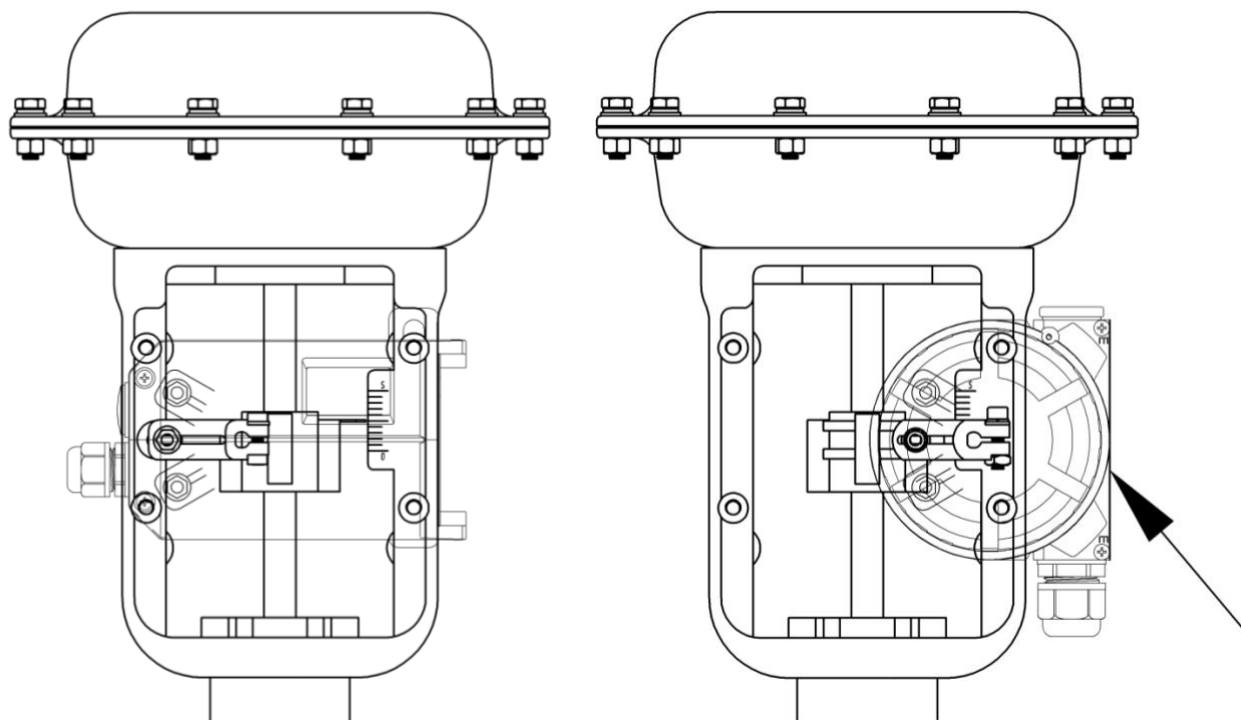
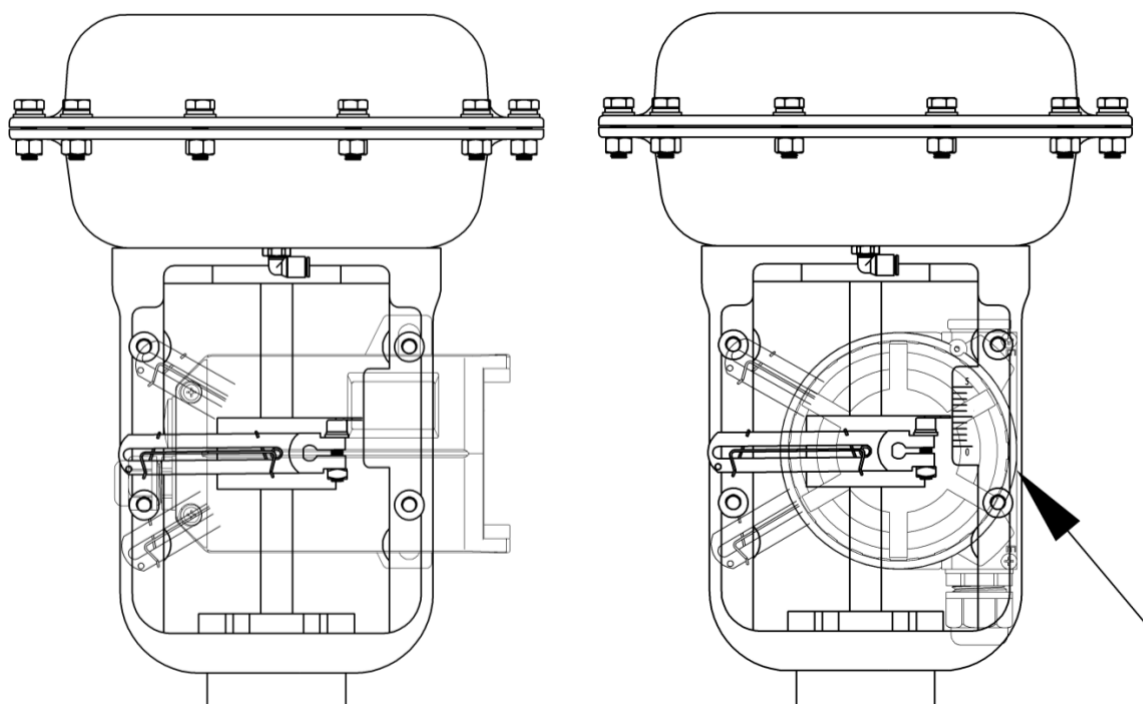

Рис.22 Установка с приводом (Рычаг обратной связи А)
Рис.23 Установка с приводом (Рычаг обратной связи В)
- Для обычных линейных позиционеров убедитесь, что верхняя плоскость корпуса позиционера находится под прямым углом к главной оси клапана. Для линейных позиционеров с дистанционной передачей убедитесь, что плоскость, указанная стрелкой на корпусе датчика (показана справа на Рис. 22 и Рис. 23), и главная ось клапана параллельны друг другу. В противном случае это повлияет на точность управления. Наконец, затяните кронштейн болтами.